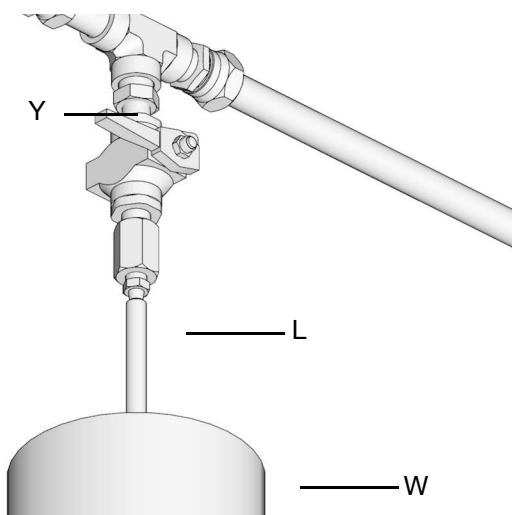

FIG. 24
1. Para aliviar la presión entre la bomba de llenado (F) y la válvula de desconexión de llenado automático (B), abra válvula de alivio de presión de la manguera de suministro (Y) (FIG. 24). La presión se alivia y el fluido sobrante se drena por el tubo de drenaje (L) hacia el contenedor de desbordamiento de lubricación (W).